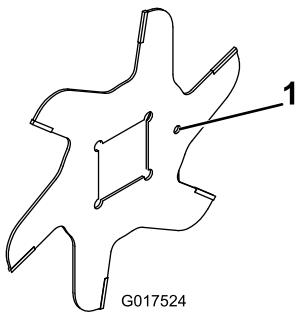

Figura 14
1. Monte una cuchilla (Figura 14).
4. Instale la cuchilla siguiente girándola en el sentido de las agujas del reloj para que el taladro de posicionamiento (Figura 14) quede desplazado 90 grados en el eje respecto al taladro de la primera cuchilla.